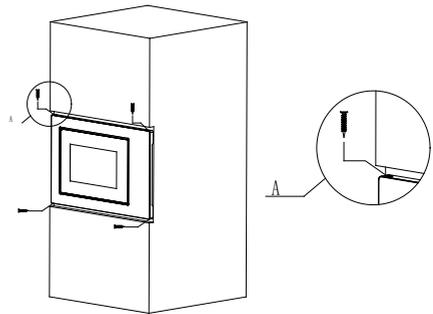

Abb.4
d) Verwenden Sie die Schrauben aus der Kleinteilepackung, um den Mikrowellenherd im Schrank zu befestigen. (Abb. 4)